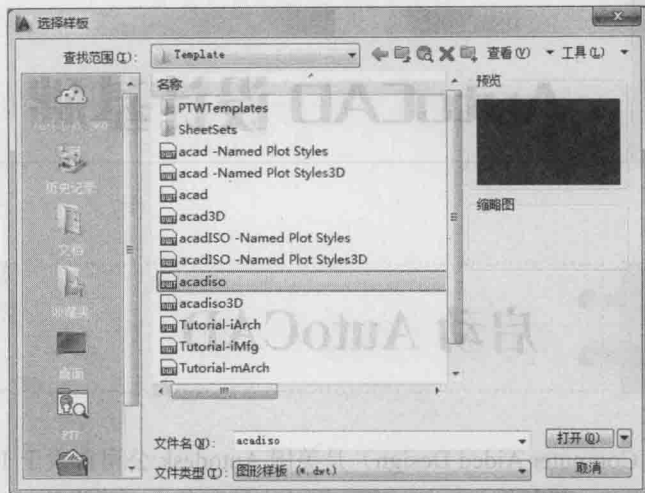

图 1-2 【选择样板】对话框
(1) 选择【文件】|【新建】命令, 弹出【选择样板】对话框。在样板列表框中选择【acadiso】样板, 如图 1-2 所示, 单击【打开】按钮。
单击【标准】工具栏上【新建】按钮, 弹出【选择样板】对话框。在模板列表框中选择样板, 如图 1-2 所示, 新建文件。